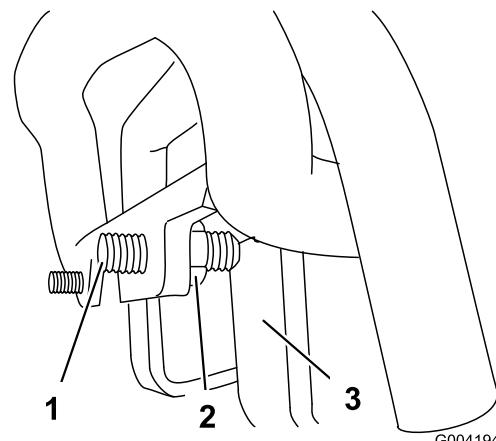

Bild 54
3. Falls die Maschine nach **links** zieht, lockern Sie die **rechte** Klemmmutter und stellen Sie die Spurweiten-Stellschraube vorne am Fahrantrieb ein (Bild 54).
4. Falls die Maschine nach **rechts** zieht, lockern Sie die **linke** Klemmmutter und stellen Sie die Spurweiten-Stellschraube vorne am Fahrantrieb ein (Bild 54).